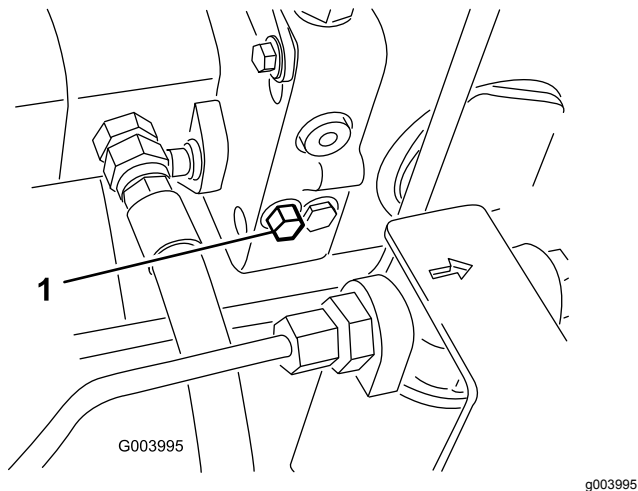

Figura 34
1. Gire el perno de la válvula de desvío una vuelta y media para abrirla y dejar pasar el aceite internamente (Figura 34).